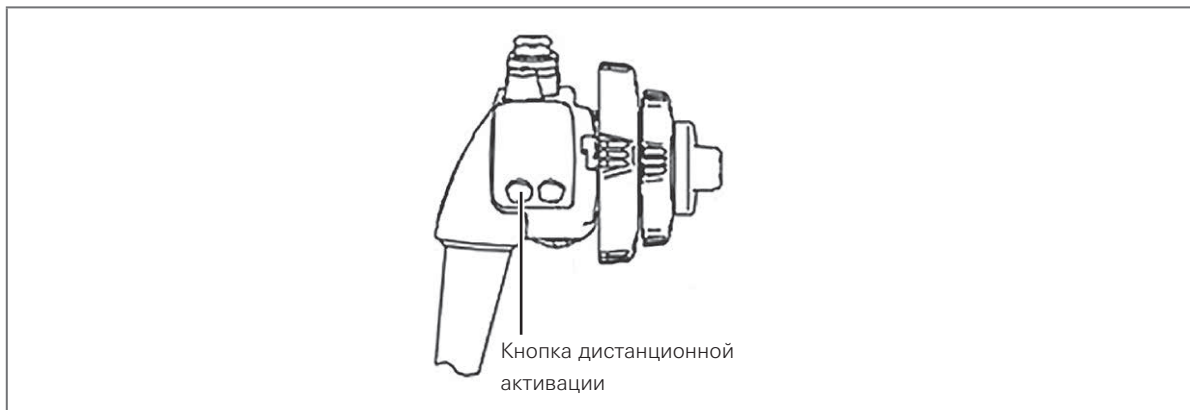

Рис. 4.13
1. Нажмите на кнопку дистанционной активации на рукоятке эндоскопа (см. рис. 4.13), чтобы запустить удалённую печать изображения на совместимом принтере.